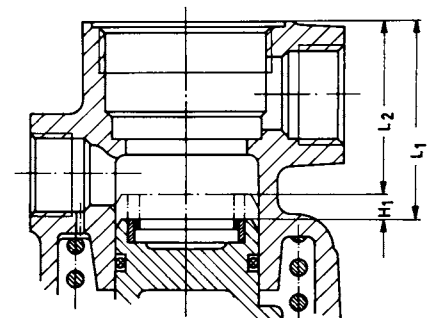

Abb. 4
a) Kappe (10) mit Nutring (7) Scheibe (8) Dichtring (9) Druckfeder (6) Ventil (3) Dichtring (2) und Druckfeder (4) aus dem Gehäuse (1) ausbauen.
b) Mit der Tiefenlehre das Maß "L1" bei entspanntem Betätigungshebel messen (Abb. 4).
c) Bremsventil über die Kreuzgriffschraube der Spannvorrichtung bis zum kraftschlüssigen Aufeinanderliegen der Innenteile betätigen, dann das Maß "L2" messen. (Abb. 4)